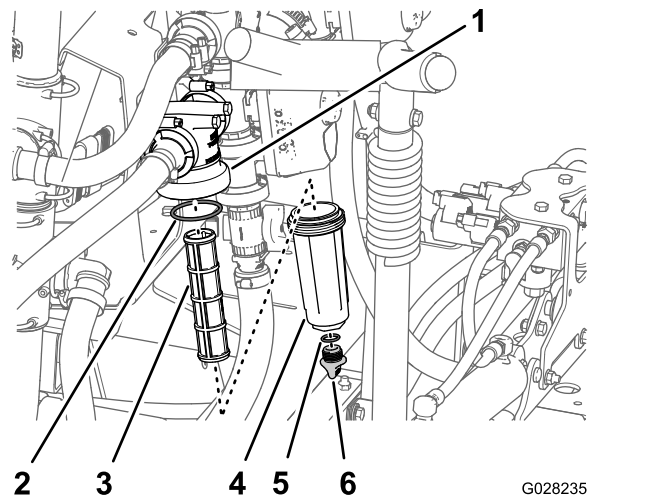

Figure 44
2. Placez un bac de vidange sous le filtre de pression (Figure 44).
3. Tournez le bouchon de vidange dans le sens antihoraire et retirez-le de la cuvette du filtre de pression (Figure 44).
4. Tournez la cuvette dans le sens antihoraire et déposez la tête du filtre (Figure 44).
5. Retirez l'élément du filtre de pression (Figure 44).
7. Contrôlez l'état et l'usure du joint du bouchon de vidange (à l'intérieur de la cuvette) et du joint de la cuvette (à l'intérieur de la tête du filtre) (Figure 44).
8. Placez l'élément dans la tête du filtre de pression (Figure 44).
9. Vissez la cuvette sur la tête du filtre et serrez-la à la main (Figure 44).
10. Vissez le bouchon de vidange sur le raccord au fond de la cuvette et serrez-le à la main (Figure 44).